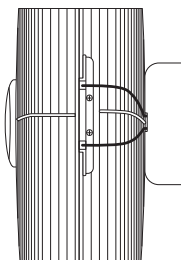

FIGURE 11
26. Aligner les deux extrémités du support de verrouillage avec les deux encoches dans la languette au sommet de la grille avant. Presser les deux extrémités du support de verrouillage dans les deux encoches dans la languette au sommet de la grille avant. Voir Figure 11.